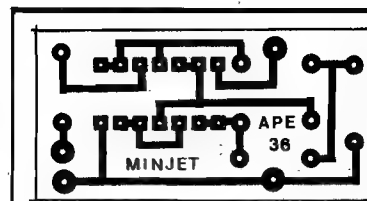

Fig.2
- FIG. 2 - LAY OUT DO CIRCUITO IMPRESSO - A plaquinha é "inha" mesmo, já que o tamanho e a quantidade de peças são mínimos, e nós "queremos" que o conjunto fique bem compacto. A figura mostra, em tamanho natural, o padrão cobreado de ilhas e pistas necessárias às interligações dos componentes. O desenho é tão modesto que mesmo quem jamais realizou uma placa, não encontrará grandes dificuldades na sua confecção, desde que obtenha o necessário material (fenolite virgem, tinta ou decalques ácido-resistentes, perclororeto de ferro para a corrosão, ferramentas para furação, etc.). O fundamental é conferir muito bem a plaquinha ao final, certificando-se de que não há erros, lapsos, curtos, etc., efetuando também uma perfeita limpeza final antes de promover as soldagens... Uma leitura atenta às **INSTRUÇÕES GERAIS PARA AS MONTAGENS** (encarte permanente de APE), eliminará dúvidas a respeito...